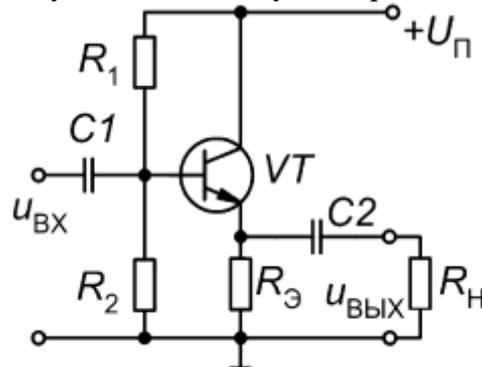

Рис. 1
1. В схеме усилительного каскада на рис. 1  $R_1 = 25 \text{ кОм}$ ,  $R_2 = 40 \text{ кОм}$ ,  $R_3 = 3 \text{ кОм}$ ,  $R_H = 500 \text{ Ом}$ , параметры транзистора:  $h_{113} = 400 \text{ Ом}$ ,  $h_{213} = 100$ ,  $h_{223} = 0,1 \text{ мСм}$ . Определить коэффициенты усиления по току и напряжению.